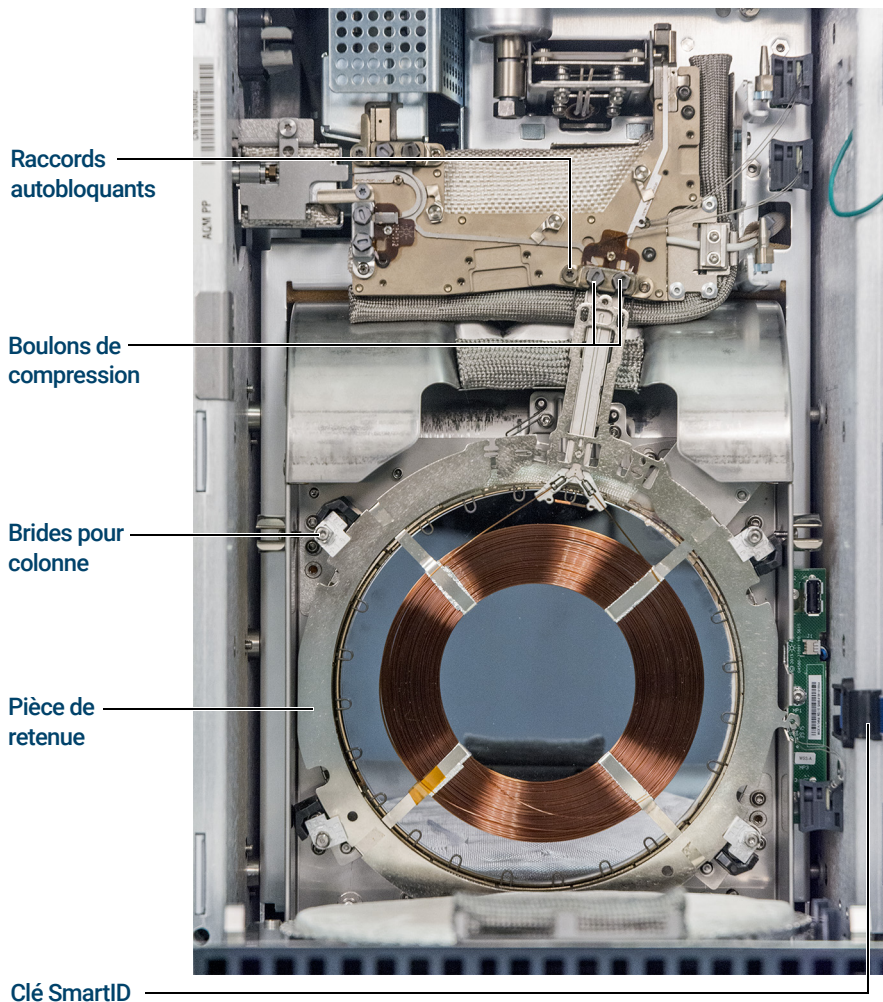

Figure 11. Colonne de GC 9000 et pièces associées
- 7 À l'aide du générateur de couple Intuvo, faire tourner les quatre brides pour colonne pour les retirer de la pièce de retenue. (Voir **Figure 11**.)